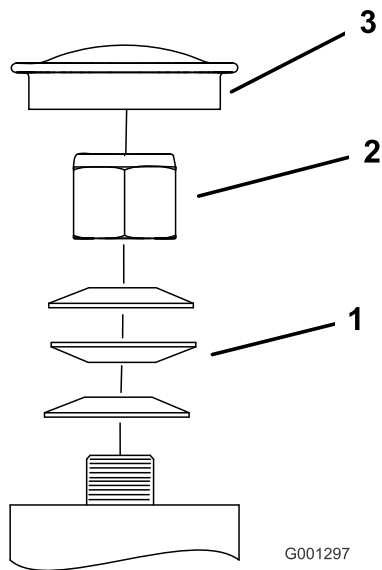

Bild 67
3. Entfernen Sie den Staubdeckel vom Laufrad und ziehen Sie die Sicherungsmutter an (Bild 67).
4. Ziehen Sie die Sicherungsmutter so weit fest, dass die Federscheiben flach liegen und schrauben dann um Viertelumdrehung zurück, um die Lager richtig vorzuspannen (Bild 67).
**Wichtig:** Achten Sie darauf, dass die Federscheiben richtig eingesetzt sind, siehe Bild 67.
5. Setzen Sie den Staubdeckel auf (Bild 67).